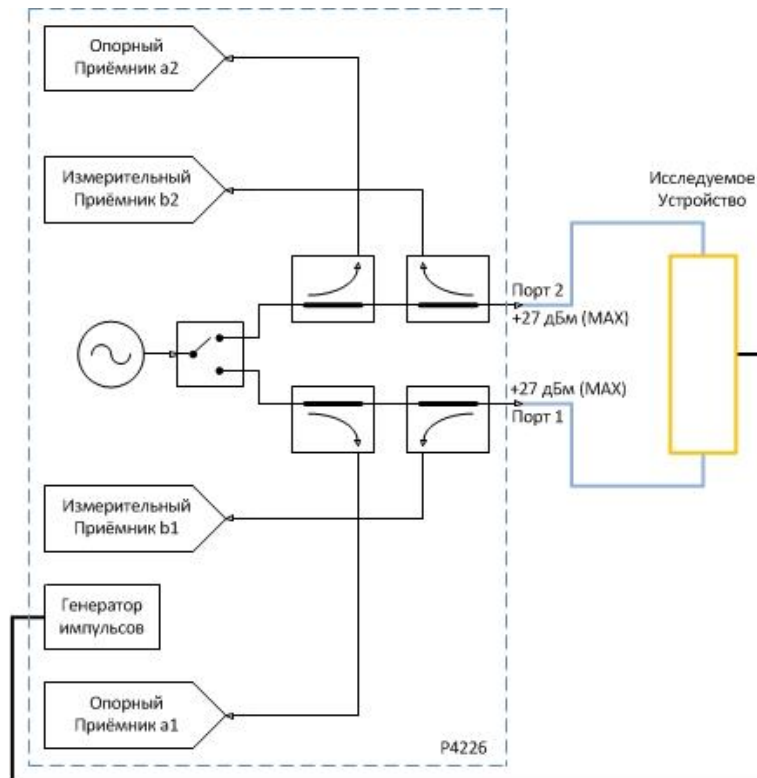

Рисунок 3. Схема измерения с модуляцией в ИУ.
Схемы для измерения устройств, работающих в импульсном режиме, представлены на рис. 3 - 6.
9. Собрать измерительную схему, изображенную на рис. 3.